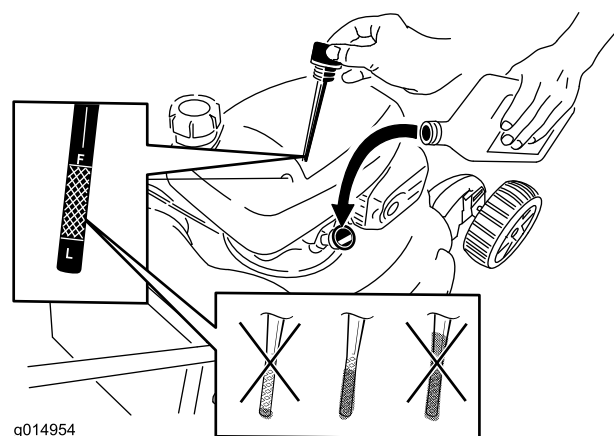

Рисунок 37
6. Извлеките щуп из маслозаливной горловины (Рисунок 37).
12. Выньте щуп и проверьте уровень масла, см. Рисунок 37.
- Если уровень масла слишком низкий, медленно залейте небольшое количество масла в маслозаливную горловину и повторите действия 10 – 12, чтобы масло достигло требуемого уровня, как показано на Рисунок 37.